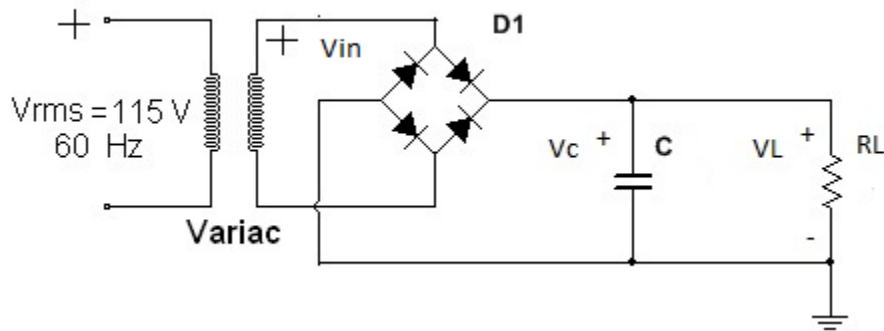

Figura 3
A. Dado el circuito de la figura 3, calcule la capacitancia C, del capacitor de filtrado, para las siguientes condiciones: